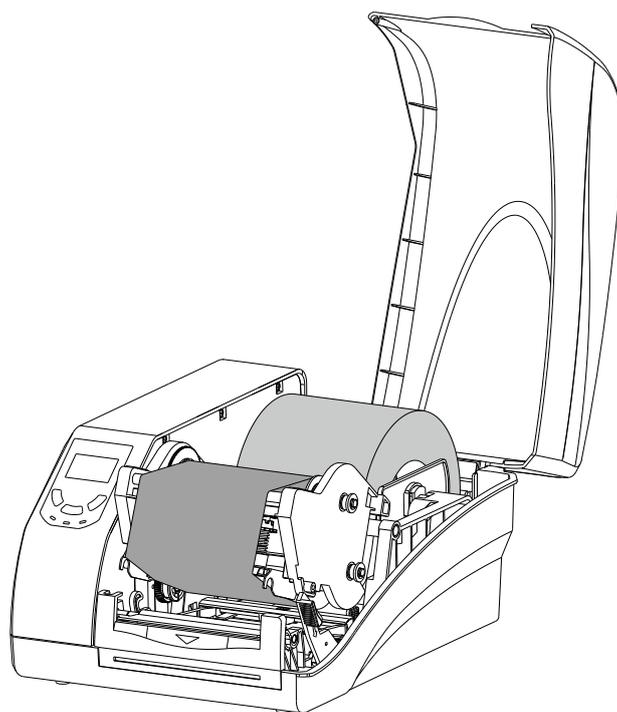

图 2-12 安装纸卷
2. 把纸卷轴连同纸卷一起放入纸卷仓，按纸卷轴上的刻度将纸卷放置在中间位置，并将两个挡板靠紧纸卷。如图 2-12 所示。